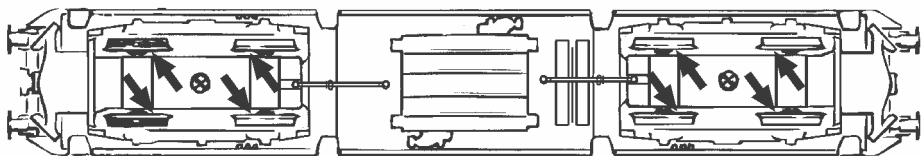

Fig. 7
2. Schmierung: Versehen Sie die im Schmierplan in Fig. 7 gekennzeichneten Stellen mit nur **kleinen Öltropfen**. Dazu zuerst das Lokgehäuse abnehmen (Fig. 3). Wir empfehlen den **ROCO Öler Art.-Nr. 10906**. Fürs Schmieren der Getriebeteile (Zahnräder, Schnecke) empfehlen wir das **ROCO-Spezialfett Art.-Nr. 10905**. Im Falle der Schmierung diese Teile **nicht ölen**.
2. Lubrication: Apply **tiny oil drops** to spots marked in fig. 7. Prior to lubrication dismantle locomotive (fig. 3). We recommend using item no. **10906, Roco oiler**. For lubrication the gearparts (e.g. cogwheels, worm) we would recommend our Roco **special grease** (item no. **10905**). **Attention:** Please do not oil these parts when using our grease.
2. Graissage: N'appliquez **qu'une tout petite goutte** aux endroits indiqués par le plan de graissage (fig. 7) après avoir démonté la caisse de la locomotive (fig. 3). Nous vous recommandons **le graisseur à huile Roco réf. 10906**. Pour graisser les engrenages (roues dentées, vis sans fin) nous vous conseillons la **graisse spéciale Roco réf. 10905** pour engrenages en matières synthétiques. Lorsque vous utilisez cette graisse il faut éviter d'huiler ces composants.